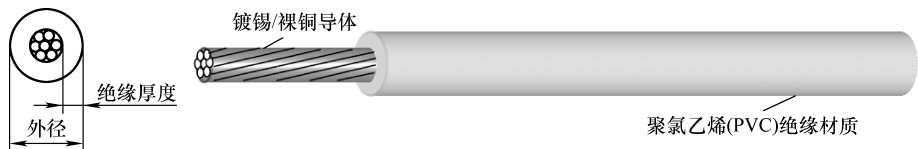

图 2-1 绝缘电源线
15) 一般电动工具线可以选择额定温度为 105℃、额定电压为 600V 的 PVC 绝缘电源线即可，如图 2-1 所示。